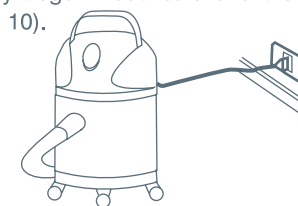

Fig. 10
Tire hacia afuera el cordón de alimentación (20) y luego introduzca el enchufe en una toma de corriente en buen estado. (Fig. 10).